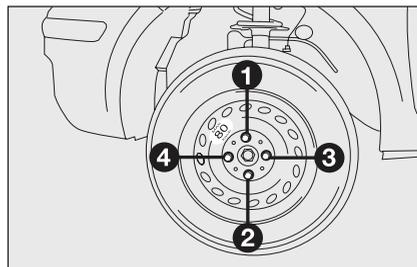

Рис. 6
- ❑ за допомогою стандартного ключа остаточно затягніть болти хрест-навхрест, як показано на **рис. 6**;